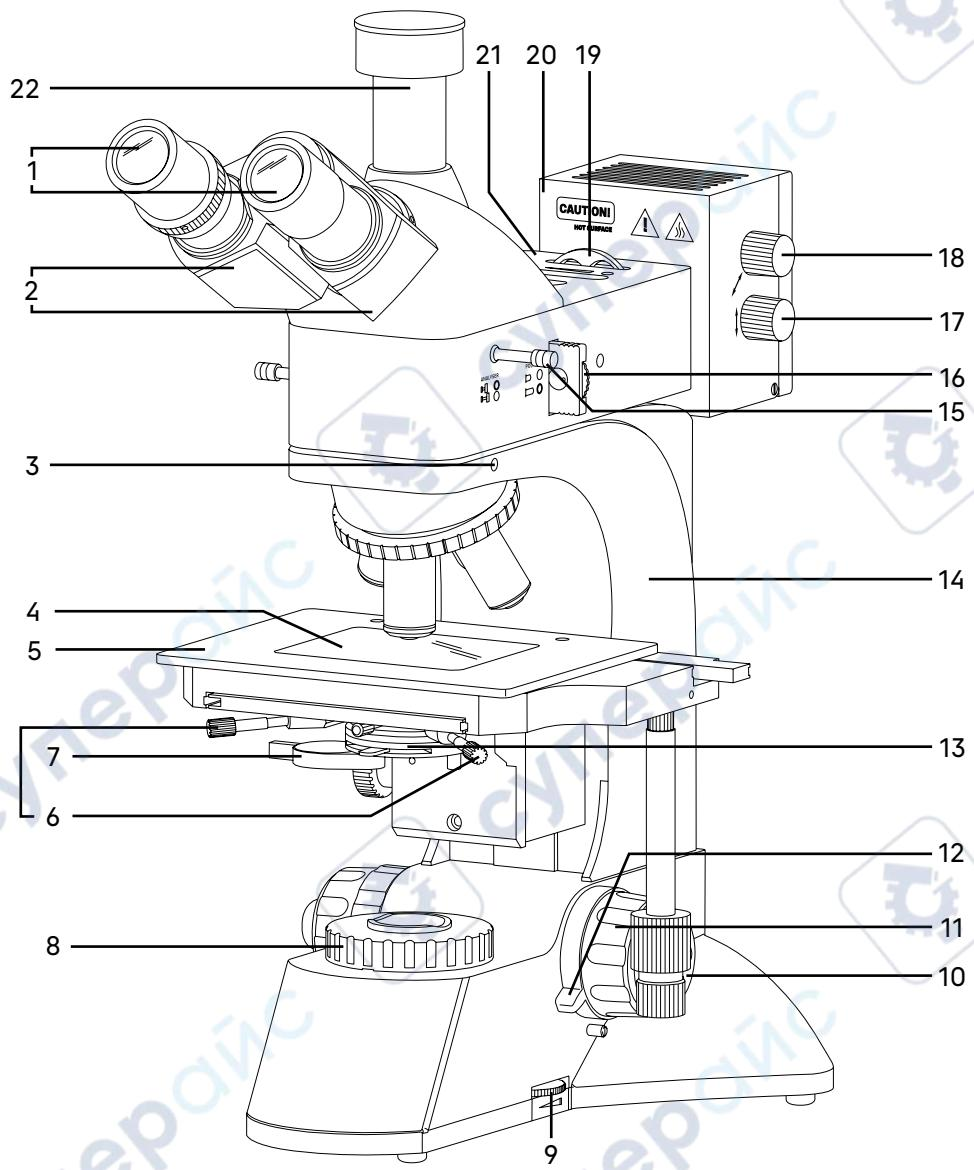
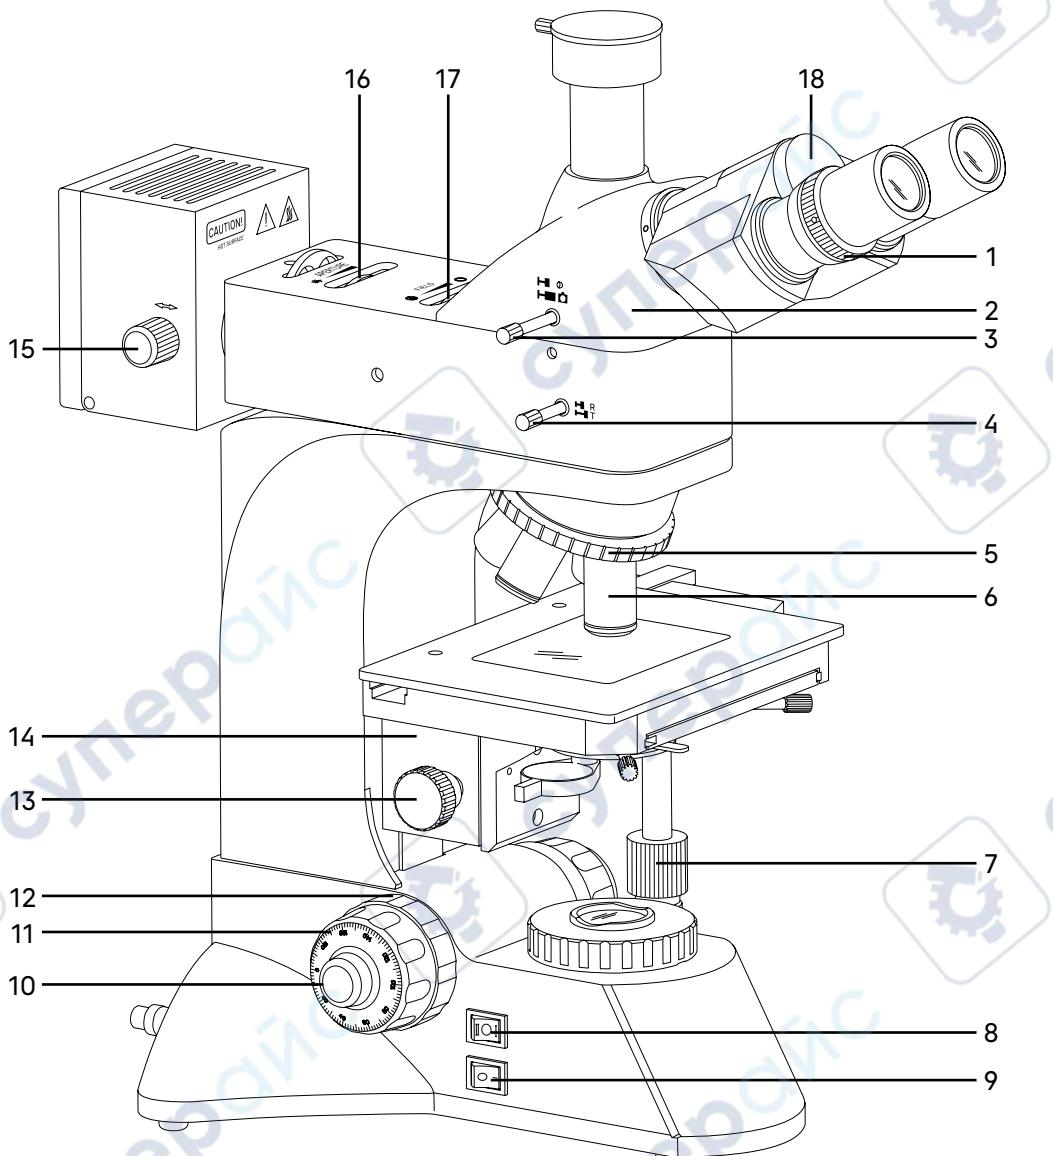

Рис. 1. Микроскоп MAGUS Metal 600 | 600 BD. Вид справа
Рис. 2. Микроскоп MAGUS Metal 600 | 600 BD. Вид слева
Общий вид микроскопа представлен на рис. 1, 2 и 3.
На штативе 14 (рис. 1) закреплены:
- револьверное устройство 5 (рис. 2) с объективами 6 (рис. 2);
- предметный столик 5 (рис. 1);
- кронштейн конденсора 14 (рис. 2).
На левой боковой поверхности основания расположены выключатель электропитания 9 (рис. 2). В положении «—» включается, а в положении «0» выключается сетевое напряжение.
Также на левой боковой поверхности основания расположены переключатель осветителя проходящего/отраженного света 8 (рис. 2). В положении «I» включается осветитель проходящего света, а в положении «II» включается осветитель отраженного света.
На правой боковой поверхности основания расположены диск регулировки яркости осветителя 9 (рис. 1).
Фокусировка на объект осуществляется перемещением по высоте предметного столика 5 (рис. 1). Грубая фокусировка производится вращением коаксиальных рукояток 11 (рис. 1 и 2), расположенных по обеим сторонам штатива.
Тонкая фокусировка производится вращением рукояток 10 (рис. 1 и 2), расположенных по обеим сторонам штатива. Тонкая фокусировка требуется для более точной фокусировки на объект и для подфокусировки микроскопа на резкость изображения при смене объективов.
Механизм регулировки жесткости хода грубой фокусировки 12 (рис. 2) – кольцо между штативом и рукояткой грубой фокусировки с левой стороны. С помощью кольца регулируется жесткость хода грубой фокусировки таким образом, чтобы жесткость была комфортной для пользователя, но при этом предметный столик не опускался самопроизвольно во время работы.
Механизм блокировки грубой фокусировки 12 (рис. 1) расположен с правой стороны. После завершения грубой фокусировки рекомендуется перевести рычаг в крайнее положение в направлении по часовой стрелке. Благодаря этому закрепится положение грубой фокусировки для быстрой рефокусировки после смены объектива.
Насадка 2 (рис. 2) обеспечивает визуальное наблюдение изображения объекта.
Изменение межзрачкового расстояния в насадке осуществляется разворотом окулярных тубусов 2 (рис. 1) в пределах 48–75 мм. Значение расстояния, установленного в соответствии с глазной базой наблюдателя, отсчитывается по шкале на визуальной насадке 18 (рис. 2).
Механизм диоптрийной подвижки на левом окулярном тубусе служит для компенсации аметропии глаз наблюдателя. Регулировка осевого положения окуляра производится кольцом 1 (рис. 2). Второй окулярный тубус насадки неподвижный.
В вертикальный тубус 22 (рис. 1) корпуса визуальной насадки (канал визуализации) для фиксации камеры (видеоокуляра) устанавливается переходник C-mount. Камера служит для вывода изображения на экран компьютера или монитор/телефизор. Переключение светового потока на вертикальный тубус производится рукояткой 3 (рис. 2). Рукоятка имеет два положения: 100/0 и 0/100.
В комплект микроскопа входят окуляры 1 (рис. 1). Окуляры имеют высокое положение выходного зрачка и предназначены для работы как в очках, так и без них.
Револьверное устройство 5 (рис. 2) обеспечивает установку пяти объективов 6 (рис. 2). Смена объективов производится вращением револьверного устройства за рифленую поверхность до фиксированного положения.
Двухкоординатный предметный столик 5 (рис. 1) обеспечивает перемещение объекта в двух взаимно перпендикулярных направлениях с помощью рукояток 7 (рис. 2), расположенных на одной оси.
Конденсор 13 (рис. 1) установлен в кронштейн 14 (рис. 2) под предметным столиком микроскопа. Тип крепления конденсора – «под винт». Перемещение конденсора вдоль оптической оси микроскопа осуществляется с помощью рукоятки перемещения кронштейна конденсора 13 (рис. 2), расположенной слева от наблюдателя под столиком микроскопа. Диапазон перемещения конденсора – не менее 13 мм.